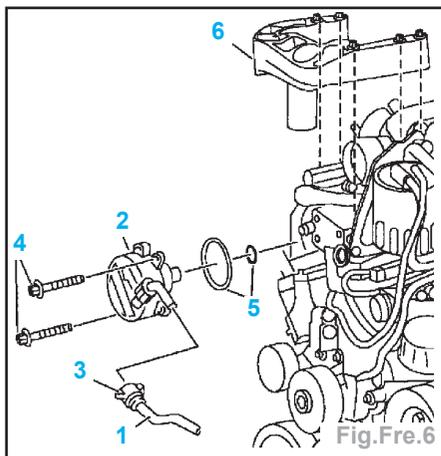

Fig.Fre.6
- Déposer le support moteur (6) (Fig.Fre.6).